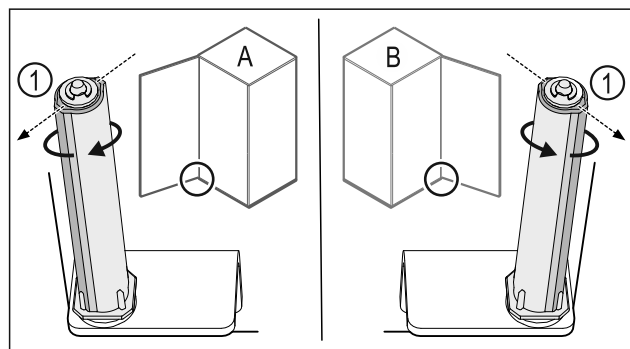

Fig. 42 Bal oldali ütköző (A) / Jobb oldali ütköző (B)
- ▶ Forgassa el a zárrendszert az ellenállással szemben, amíg a zárrendszer Fig. 42 (1) támasztója kifelé nem mutat.